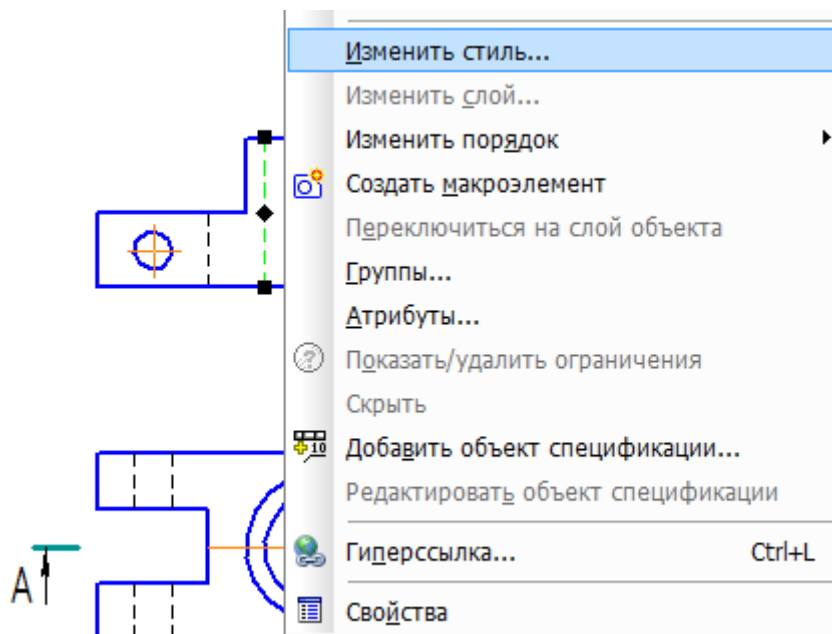

Рис. 13
- выделите линию щелчком ЛКМ и вызовите контекстное меню щелчком ПКМ. Укажите **Изменить стиль** (рис. 13);